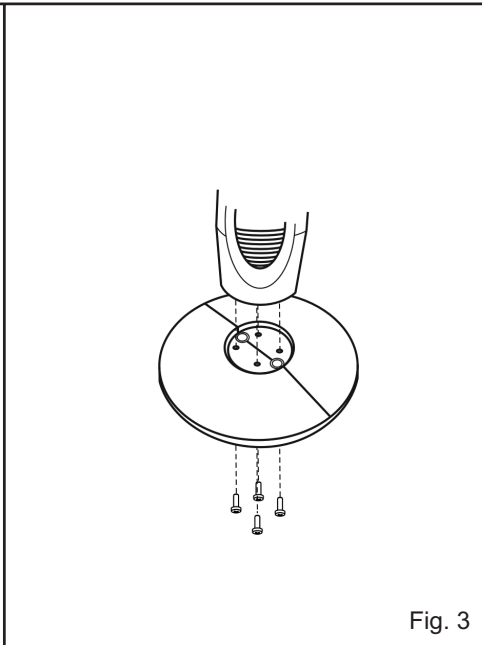

Fig. 3
3. Fije la columna a la base mediante los 4 tornillos de sujeción (Fig.3)
3. Fix the tower to the base using the 4 fitting screws (Fig.3)
3. Fixez la colonne à la base par les 4 vis de fixation (Fig.3)